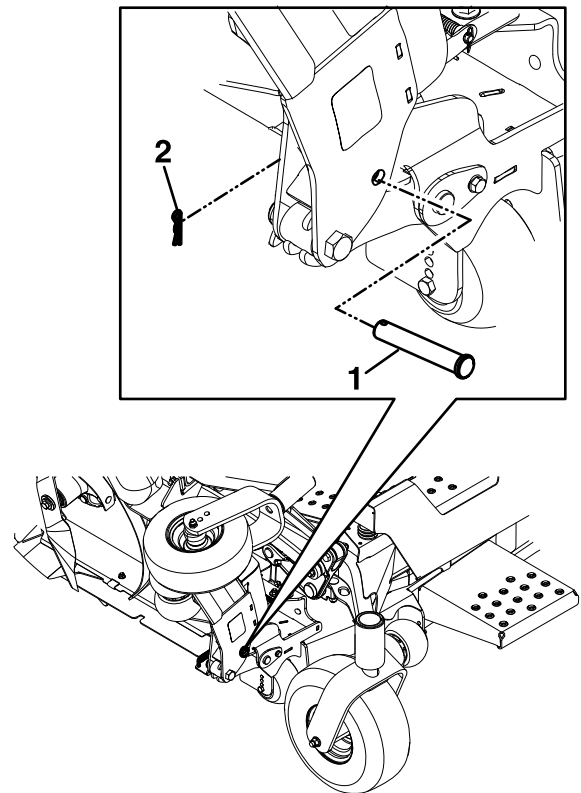

Figura 22
5. Retire el pasador y la chaveta del lugar de almacenamiento y fije cada carcassa lateral en posición vertical (Figura 22).